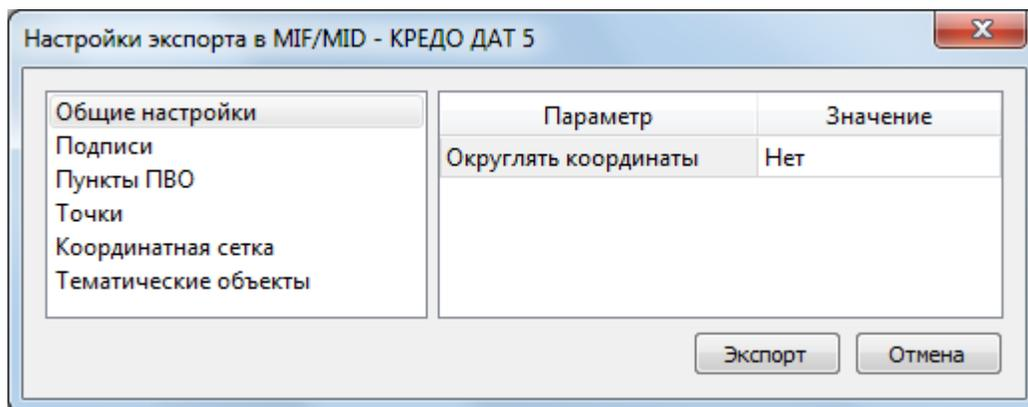

Рисунок 11.3
- В разделах диалога настроек экспорта в MIF/MID (см. рис. 11.3) выполните настройки: